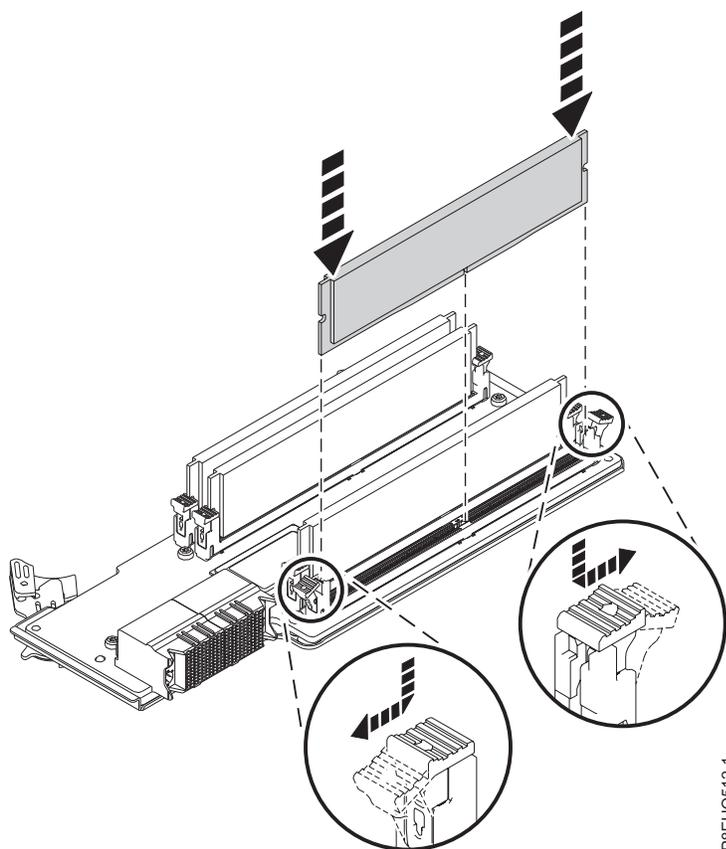

Figure 32. Installation d'une barrette mémoire DIMM dans un emplacement sur la carte de bus mémoire
- a. Appuyez sur les languettes de verrouillage pour les placer en position ouverte, dans la direction illustrée dans la figure 32, à la page 25.
- b. Saisissez la barrette mémoire DIMM par ses bords et alignez-la avec l'emplacement sur la carte. Voir figure 32.